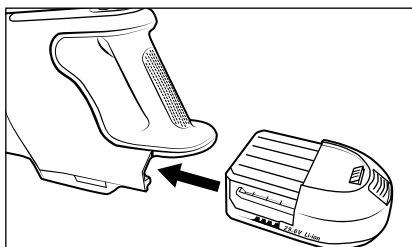

Bild 3
- 3) För in batteriet **2** i dammsugaren tills det klickar fast (se bild 3).